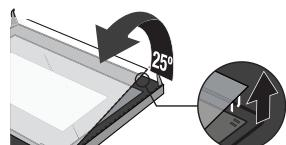

Рисунок 4
4. Аккуратно отделите стекло, приподняв его примерно на 25° . (Рисунок 4)